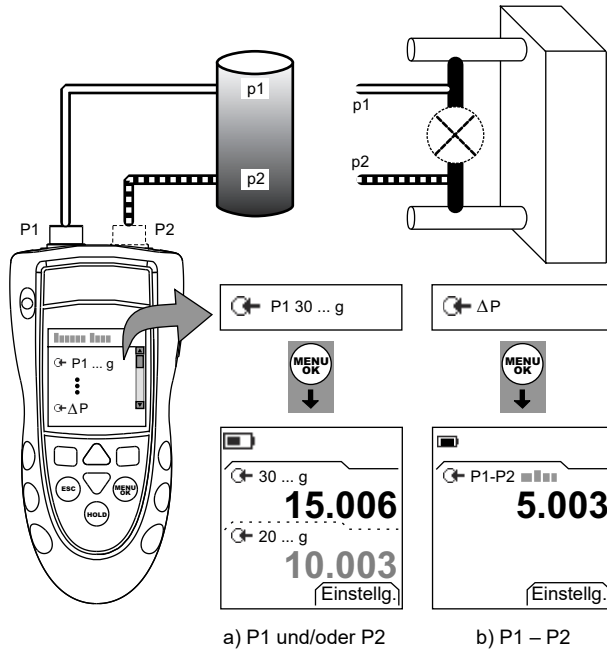

Abbildung 2: Beispielkonfiguration: Druckmessung
1. Schließen Sie das Gerät an (Abbildung 2) und ändern Sie ggf. die Option *Konfig.* (Tabelle 1).
Die Beispiele in Abbildung 2 zeigen:
1. Schließen Sie das Gerät an den Druckstandard an (Abbildung 2).